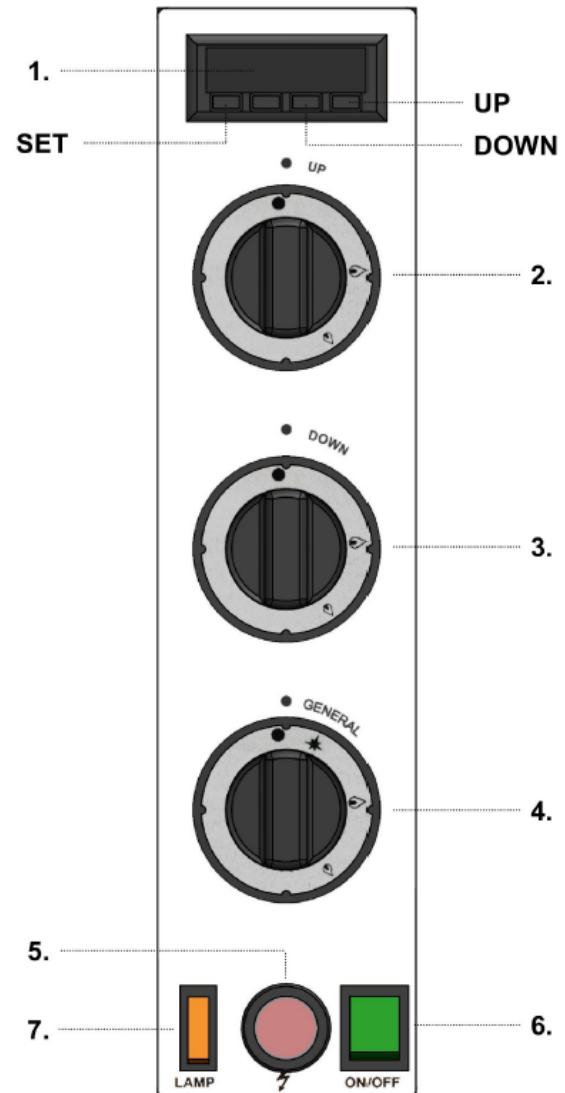

FIG. 14
Das Bedienfeld (ABB. 14) ist rechts vorne am Ofen angebracht. Von hier aus können Benutzer den Ofen manuell bedienen oder darin kochen.
- 3) Den allgemeinen elektrischen Schalter drücken (Abb. 14-Ref. 6), die grüne Lampe leuchtet auf;
4) Den Thermostat/Thermometer durch Drücken der Tasten „Set“ und „+“ oder „-“ auf die Betriebstemperatur einstellen (Abb. 14-Ref. 1). Falls die gewünschte Temperatur gleich oder niedriger als die Umgebungstemperatur ist, können die Brenner nicht eingeschaltet werden, da der Thermostat mit dem Gaszufuhr-Elektroventil verbunden ist, das den Gasfluss stoppt, wenn die Temperatur den gewünschten Wert erreicht.
5) Drehen Sie den Knopf des Haupthahns der Gaszufuhr (Abb. 14-Bez. 4) auf die Position,  drücken und halten Sie den Knopf und drücken Sie gleichzeitig wiederholt auf die piezoelektrische Zündflamme (Abb. 14-Bez. 5); Lassen Sie den Knopf los, wenn der Zündbrenner zündet. Die Zündflamme muss brennen; wenn dies nicht geschieht, wiederholen Sie den Vorgang. Die Zündflamme kann durch die Öffnung auf der rechten Seite der Frontplatte (Abb. 3-Bez. 2) gesteuert werden.
6) Drehen Sie den Haupthahnknopf (Abb. 14-Bez. 4) auf die Position  (maximale Leistung);
7) Öffnen Sie die jeweiligen Hähne des oberen Brenners (Abb. 14-Bez. 2) und des unteren Brenners (Abb. 14-Bez. 3) und drehen Sie sie gegen den Uhrzeigersinn auf die Position  (maximale Leistung). Die Flamme des Zwischenzündbrenners breitet sich auf alle oberen und unteren Brenner aus. Sobald die gewünschte Temperatur erreicht ist, werden die Brenner ausgeschaltet: Das heißt, sie werden in Intervallen angehalten und wieder eingeschaltet, um die Temperatur aufrechtzuerhalten.
Sobald der Ofen die gewünschte Temperatur erreicht hat (siehe Punkt 5 dieses Abschnitts), die auf dem Thermostat/Thermometer (Abb. 14-Bez. 1) angezeigt wird, kann die Pizza zum Backen in den Ofen gegeben werden.
- 2) Um das Innere des Ofens zu beleuchten, drücken Sie die Ofenbeleuchtung (Abb. 14-Bez. 7);
- 1) Den Ofen ausschalten, indem er die Knöpfe in die Position „Aus“ dreht (ABB. 14-Ref. 2/3/4);
- 2) Die Innenbeleuchtung des Ofens mit dem Lichtschalter ausschalten (ABB. 14-Ref. 7);
- 3) Den Hauptschalter ausschalten (ABB. 14-Ref. 6), indem er das grüne Licht ausschaltet;